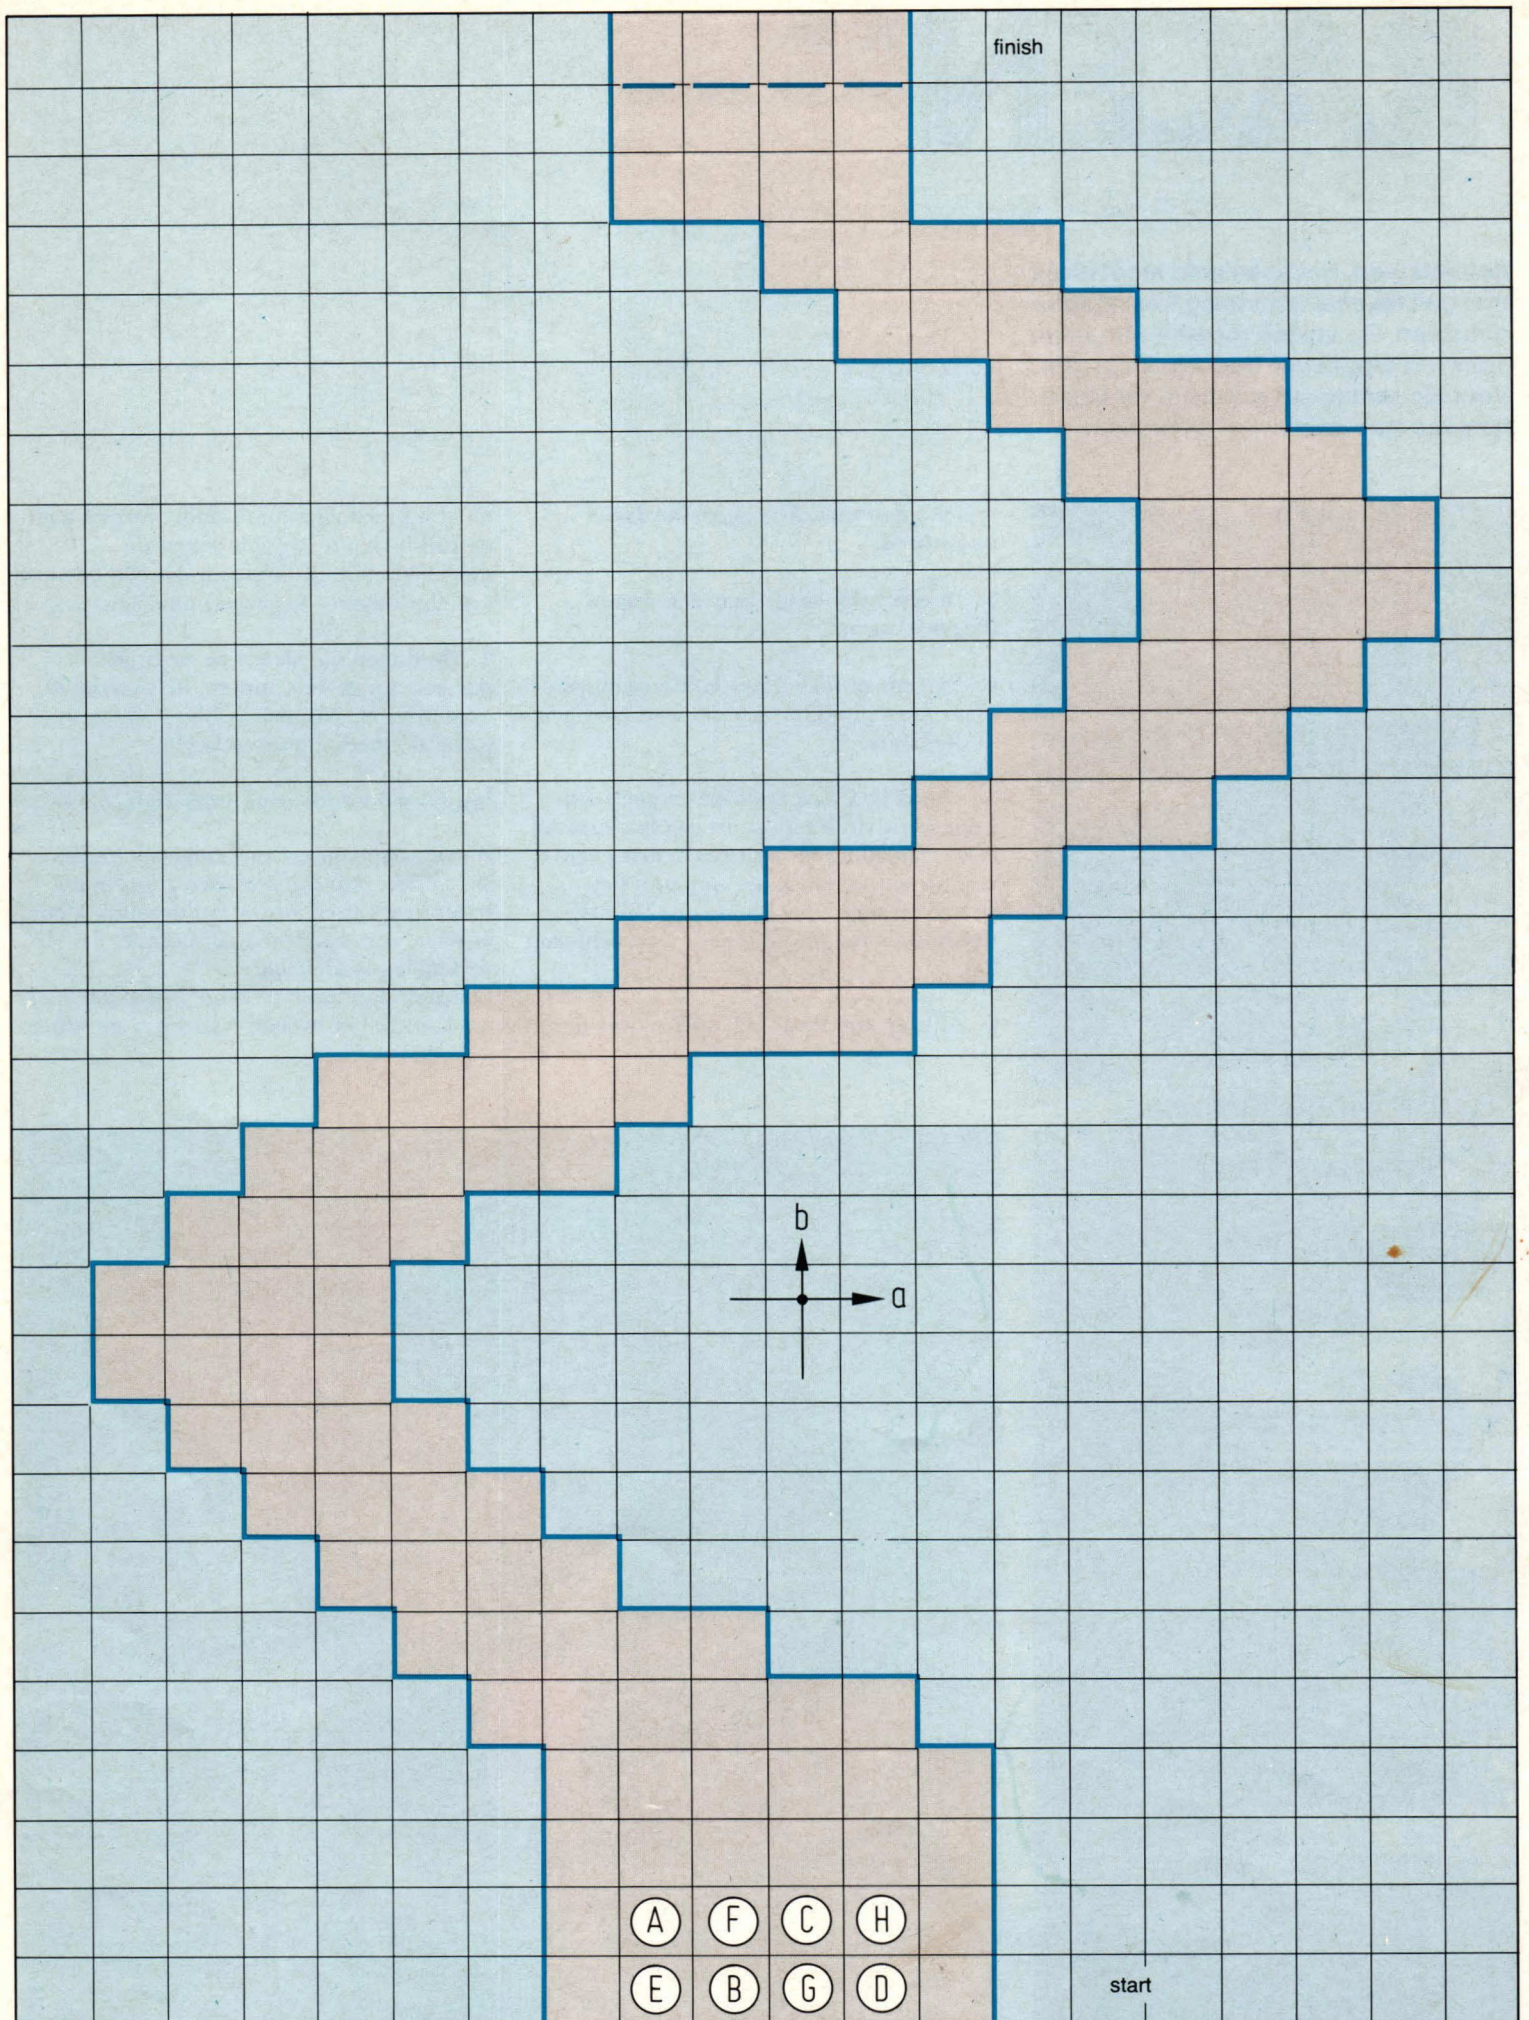

Fig. 2 Speelveld voor Formule-1-racen.
2. Het scorebordje heeft twee rijen lampjes, rij a en rij b (afb. 1). Rij a heeft 4 cijfers lampje 1, 2 en 3 alles uit is 0. Rij b heeft hetzelfde. Het rijtje a geeft aan hoeveel vakjes u recht vooruit moet, rijtje b hoeveel vakjes opzij (fig. 2). (U kunt ook afspreken dat iedere speler telkens zelf beslist of a dan wel b aangeeft vooruit of zijwaarts). Hij beslist ook zelf met welke wagen hij de bewegingen uitvoert, maar beide bewegingen (voorwaarts, zijwaarts)